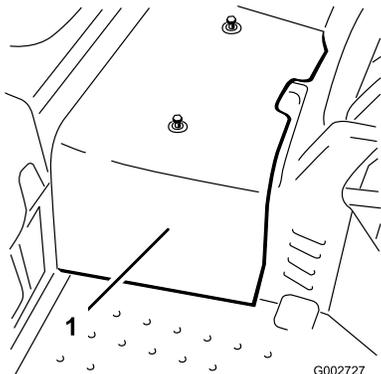

Bild 44
- Lösen Sie die zwei Schrauben, mit denen die mittlere Haube an der Maschine befestigt ist, und nehmen Sie die Haube ab (Bild 44).